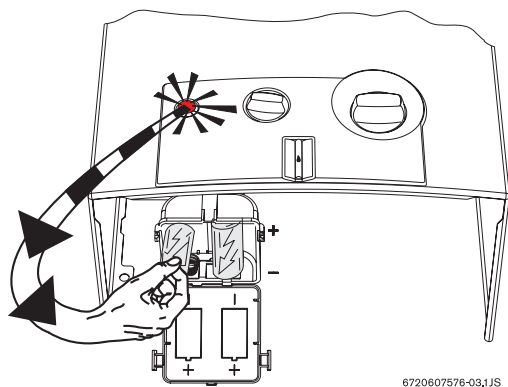

Fig. 7 Substituição das pilhas
- ▶ Instalar corretamente as duas pilhas (Fig. 7) tipo R de 1,5V fornecidas com o aparelho.